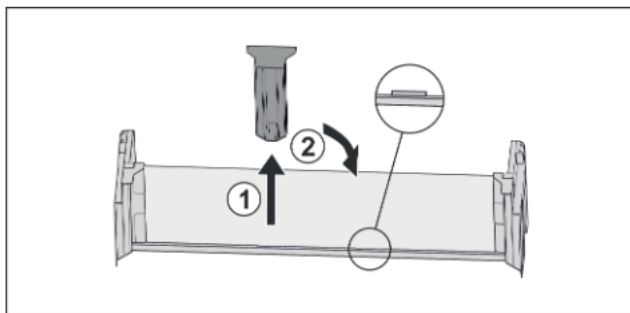

Fig. 30
- ▶ Estrarre l'elemento di supporto centrale Fig. 30 (1).
- ▶ Inserire l'elemento di supporto centrale sulla seconda posizione Fig. 30 (2).